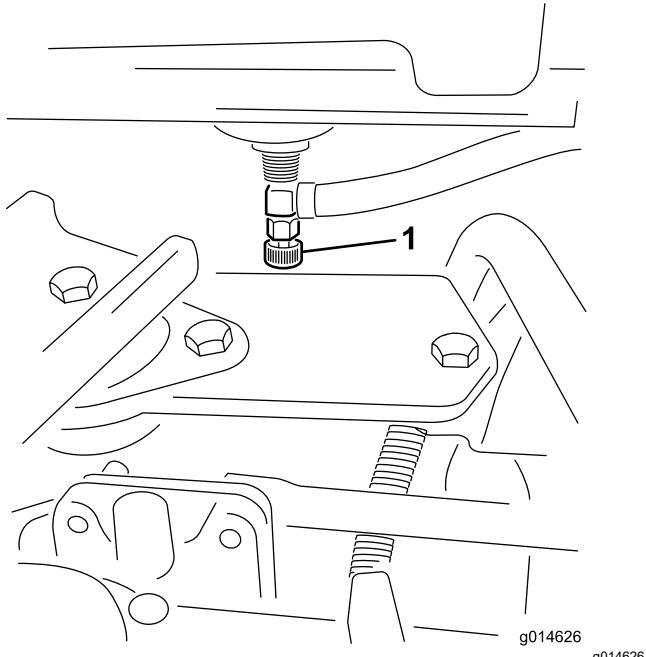

Рисунок 32
1. Закройте отсечной топливный клапан, расположенныйный под топливным баком (Рисунок 32).